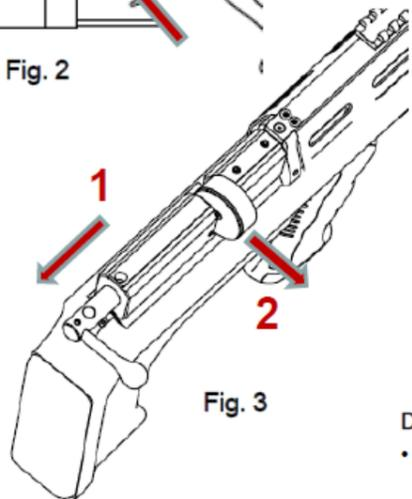

Fig. 3
- Para armar su carabina, bascule la palanca del cerrojo hasta cargarla (Fig. 3, posición 1). Asegúrese de que el cerrojo esté completamente abierto.